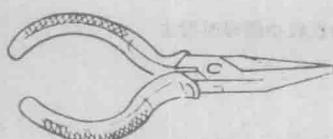

图2-8 尖嘴钳
(4) 尖嘴钳 尖嘴钳的头部尖细,适用于在狭小的工作空间操作。尖嘴钳也有铁柄和绝缘柄两种,绝缘柄的耐压为500伏,其外形如图2-8所示。